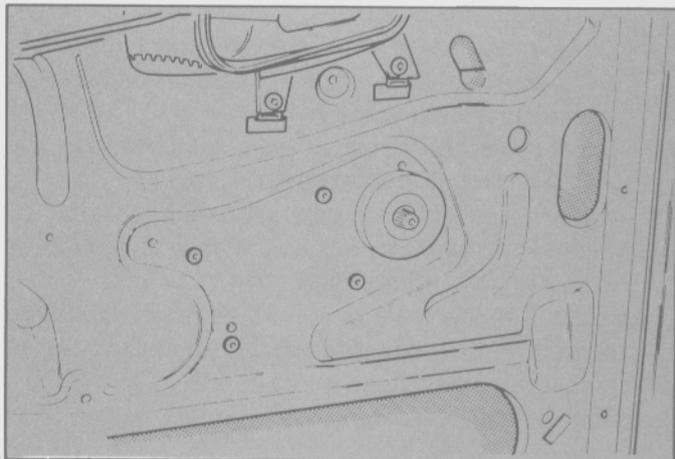

Fig. 171
- Taladrar los cuatro remaches y retirar el conjunto de levanta cristales (Fig. 171).